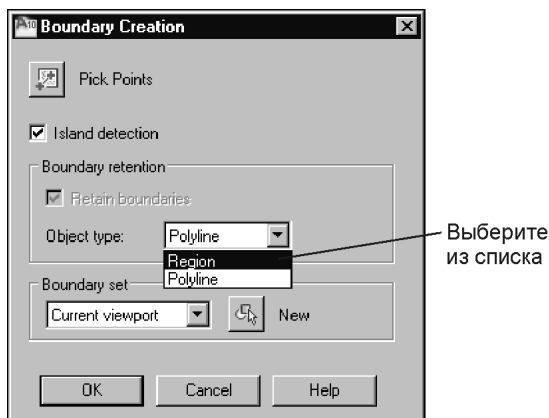

Рис. 4.5. Диалоговое окно **Boundary Creation**
- 2. Появится диалоговое окно **Boundary Creation** (Создание контура) (рис. 4.5).